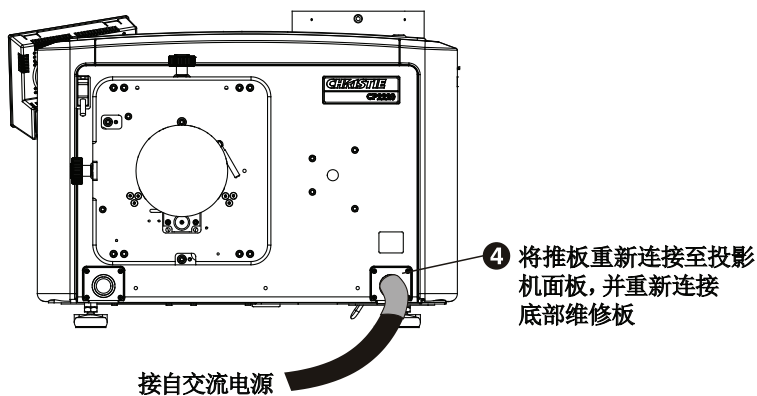

图 2-19
5. 连接好所有电缆后，重新将推板和底部维修面板放在接线盒上。(图 2-19)